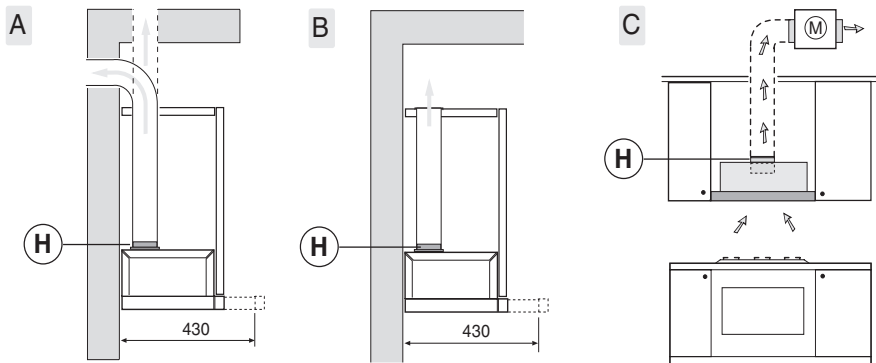

Fig.5
• La distance minimum entre la surface de support des récipients de cuisson sur le dispositif de cuisson et la partie la plus basse de la hotte pour cuisine doit être de 65 cm au moins. S'il doit être utilisé un tuyau de connection composé de deux ou plusieurs parties, la partie supérieure doit être à l'extérieur de celle inférieure. Ne pas relier le tuyau d'échappement de la hotte à un conduit dans lequel circule de l'air chaud ou employé pour évacuer les fumées des appareils alimentés par une énergie différente de celle électrique. En vue d'une manœuvrabilité de l'appareil plus facile, avant d'exécuter les opérations de montage, déconnecter le filtre/les filtres anti-graisse (Fig.5).
Pour effectuer cette opération en lever la filtres anti-graisse **G** (Fig.5).